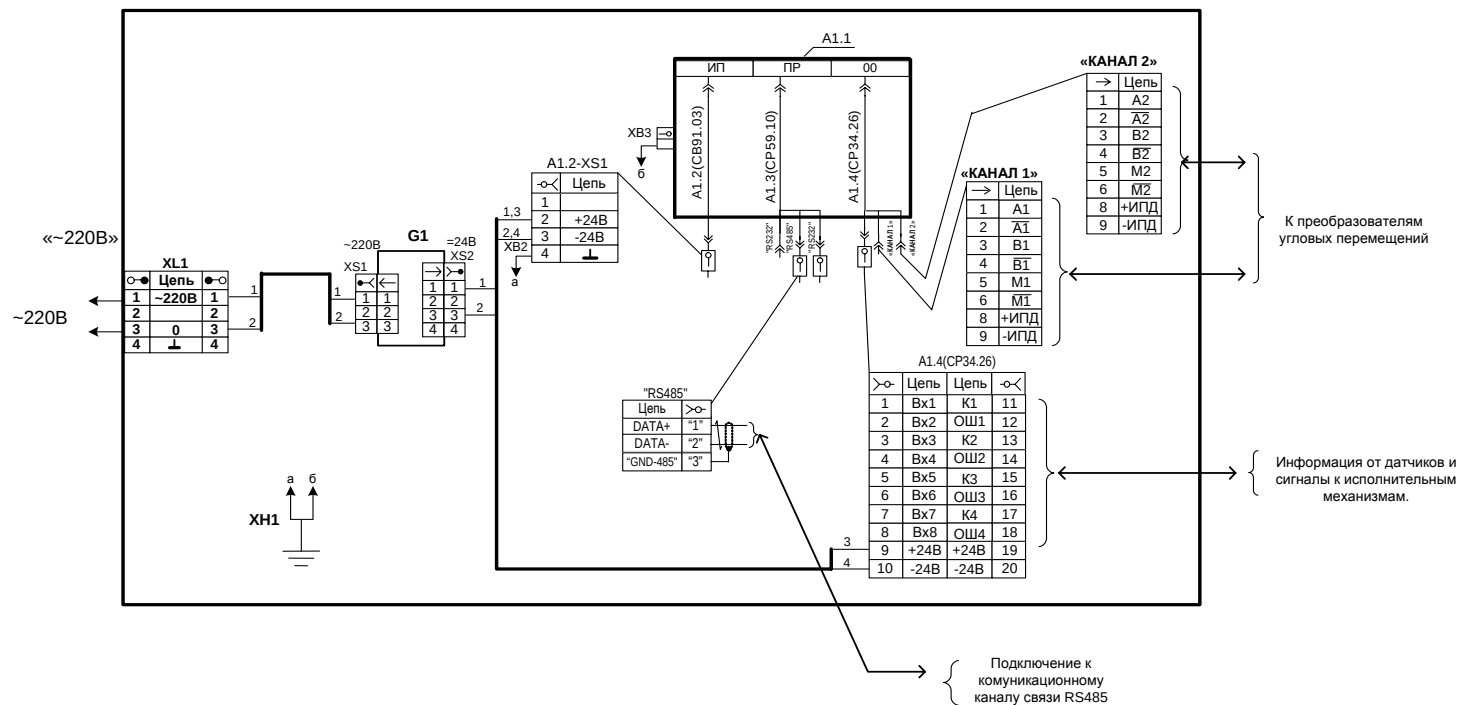

Рисунок 2 – Схема электрическая соединений блока преобразования сигналов К947
1.3.3 Подключение питания переменного тока 220 В производится к колодке XL1 (см. рисунок 2) «под винт».